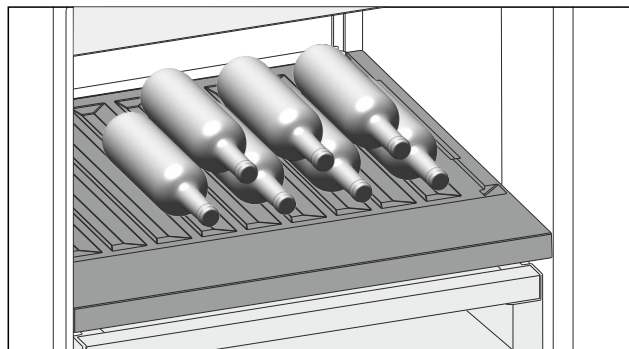

Fig. 124
- Поставяйте бутлките с дъното назад към задната стена. (виж Fig. 124)